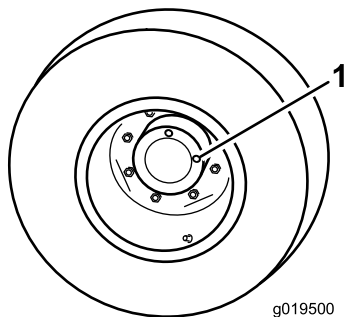

図 104
1. 水平な床面で、点検プラグの1つが時計の12時を指し、もうひとつが3時を指すようにマシンを駐車する 図 104。
2. 3時の位置にあるプラグを外す 図 104。